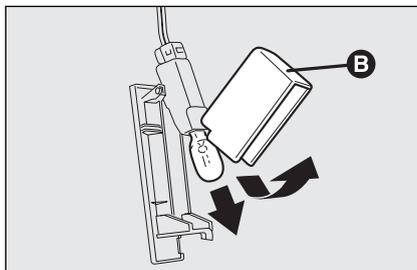

fig. 53
- aprire la protezione **B-fig. 53** e sostituire la lampada inserita a pressione;